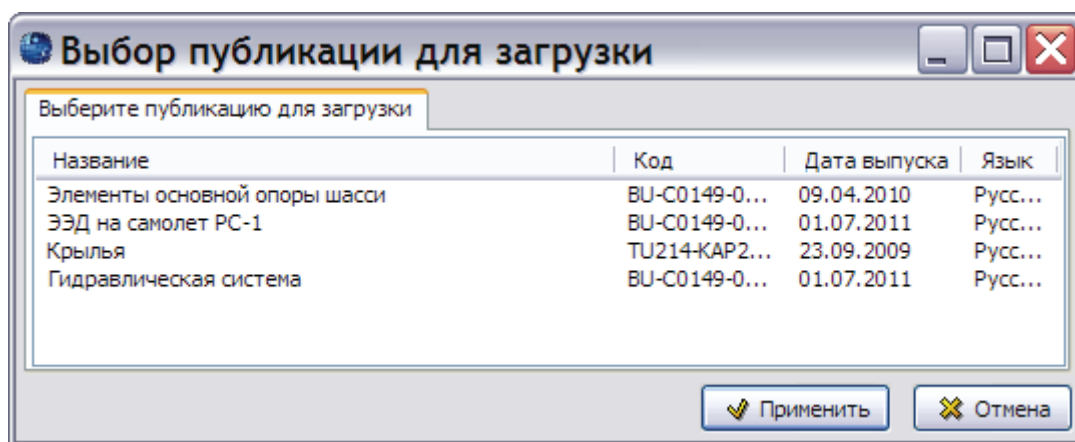

Рис. 3.137
3. Запустите файл TGBrowser.exe, после этого откроется окно **Выбор публикации для загрузки** (Рис. 3.137).
Для перехода к просмотру другой публикации нажмите на кнопку **Выбор публикации** , которая появляется на панели инструментов при просмотре мультипубликаций, или нажмите комбинацию клавиш CTRL+ALT+S. В открывшемся окне **Выбор публикации для загрузки** выделите публикацию для просмотра и нажмите на кнопку **Применить** (Рис. 3.137).